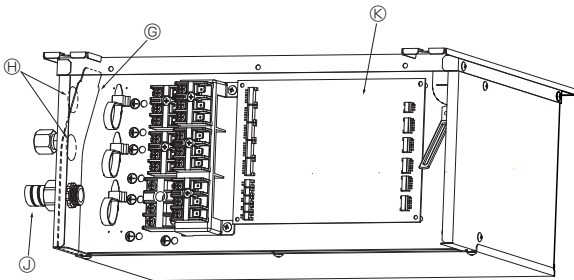

Fig. 9-6
• Lors du perçage des orifices prédécoupés de la plaque de la gaine électrique, prenez soin de ne pas déformer ni d'altérer la plaque. De même, à l'installation de la plaque, veillez à ne laisser aucun écart entre cette plaque et les gaines ou orifices des gaines électriques, au risque d'entraîner une défaillance du boîtier de commande BC par l'invasion de bestioles ou de petits insectes. (Fig. 9-6)